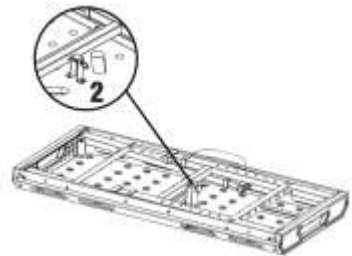

fig. 1
2. Repérez la goupille de sécurité (n° 2) et retirez-la (fig. 1).